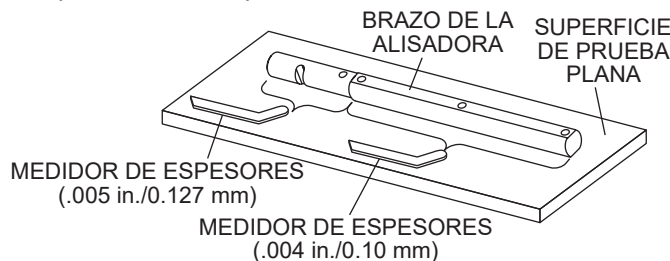

Figura 47. Compruebe la planeidad de los brazos de la alisadora
1. Use una placa de acero gruesa, una losa de granito o cualquier superficie recta y plana (Figura 47), para comprobar los seis lados de cada brazo de alisadora para ver si está plana.
2. Compruebe cada uno de los seis lados de la sección hexagonal del brazo de la alisadora. Un calibre de láminas de 0.004" (0.10 mm) no debe pasar entre la superficie plana del brazo de la alisadora y la superficie de prueba a lo largo de la superficie de prueba. Vea la Figura 47.